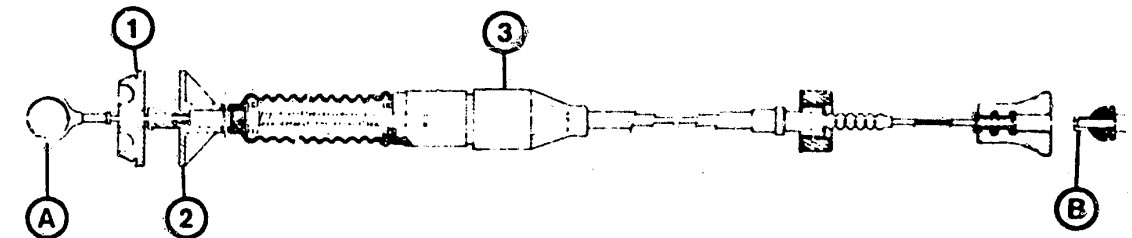

Bild 49 Kupplungsseilzug mit automatischer Nachstellung (3): 1 Tülle – 2 Rondelle zum Blockieren der Seilhülle – A/B Befestigungen am Kupplungspedal und -hebel.
- 1 Tülle 1 (Bild 49) in die Öffnung der Stirnwand einsetzen und Öse A am Kupplungspedal befestigen.